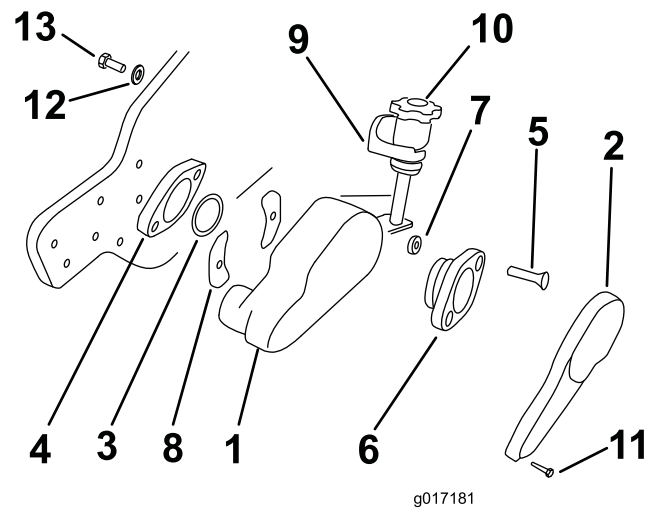
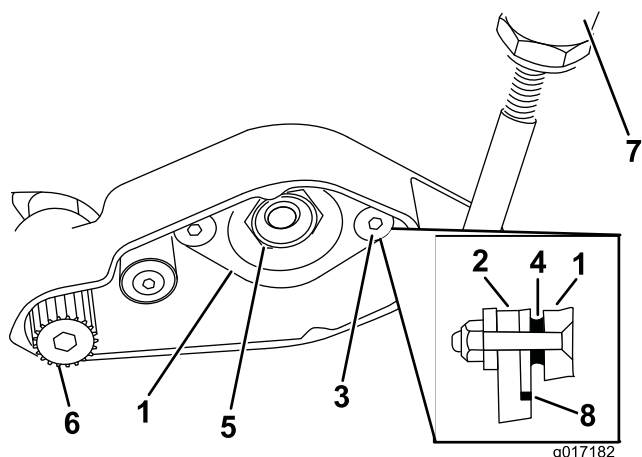

図 4
図 5
- A. グルーマハウジング・アセンブリにカバーを固定しているソケットヘッドキャップスクリュ (3本) とロックワッシャを外す (図 4)。
- B. 各取り付けブロックから、ベレビルワッシャ (皿ばね) と 3/8 x 5/8 インチ キャップスクリュを取り外す (図 4)。
- C. リールベアリングハウジングにアダプタリングを入れる (図 4 と 図 5)。
- D. ベアリングアダプタに 3/8 x 2 インチの平頭ねじを差し込み、ねじの端部にスペーサをセットする (図 4 と 図 5)。
- E. ベアリングアダプタ、スペーサ、ねじを、グルーマハウジングの青銅製のベアリングとスロットに合わせる。ベアリングアダプタを、スロットから青銅製のベアリングとねじに通す (図 4 と 図 5)。
- F. 各ねじにスロットカバーを取り付ける；スロットカバーの曲線側をグルーマハウジングの曲線に合わせる。スロットカバーは、曲線側がグルーマハウジングから遠くなるようにセットする (図 4)。
- G. リールベアリングハウジングに平頭ねじを入れる。ねじにロックナットを取り付けてトルク締めする；23-27 ft.-lb (31-37 N-m = 3.2-3.7kg.m) (図 4 と 図 5)。
9. グルーマシャフト・アセンブリの一端部をグルーマハウジング・アセンブリのベアリングサポートに入れる (図 5)。グルーマブレードが前向きになっていることを確認する。
を取り付けて、プーリをトルク締めする；29-35 ft.-lb (39-47 N-m = 4.0-4.8 kg.m) (図 4 と 図 5)。
11. 左サイドプレートに、調整ノブ取り付けブロックを取り付ける；先ほど取り外した 3/8 x 5/8 インチのキャップスクリュー (1本) とベレヴィールワッシャを使用する (図 4)。
12. サイドプレートに、左ベッドバーアジャスタフレームを取り付ける；先ほど取り外したキャップスクリューとワッシャを使用する (図 4)。
13. リールシャフトからリールベアリングロックナットを外す (図 5)。リールが回転しないように角材などで固定する。